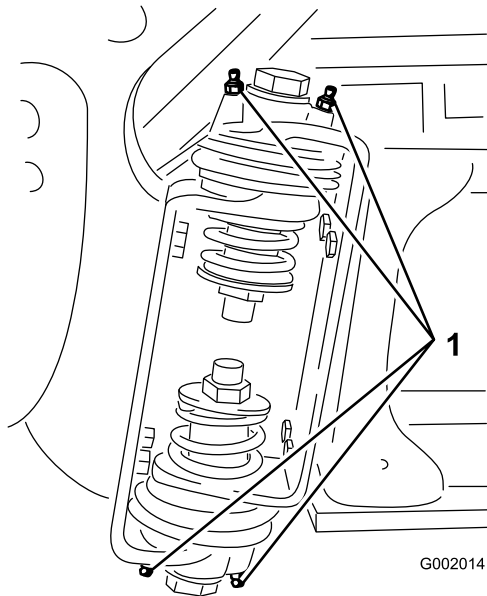

Figura 33
2. Introduza massa lubrificante no rolamento ou casquilho de cada união (**Figura 33**).